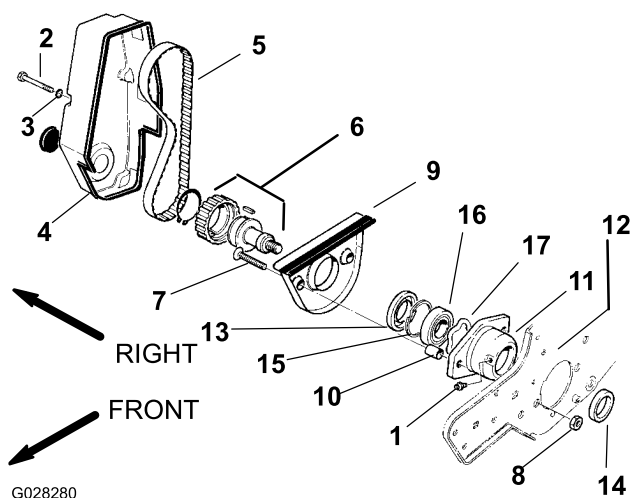

図 1
1. 芝刈り機からキャップスクリュ4本、ロックワッシャ4枚、リール駆動カバーを取り外す 図 1。
2. プーリ駆動アセンブリからリール駆動ベルトを外す 図 1。
4. プーリ駆動アセンブリ 図 1 に 1/2 インチのソケットレンチを入れてアセンブリをリール駆動シャフトから外す。この時にリール駆動シャフトからベアリングロックナット 図 2を外す。
5. 六角レンチを使って、ベアリングハウジングから、両方の平頭ねじ、グルーマームカバー、両方のカバー間座を外す 図 1。
6. 両方のベアリングハウジングからグリスフィッティングを外す 図 1 と 図 2。
7. フレームとリールから両方のベアリングハウジングを引き出し 図 1 と 図 2 で芝刈り機からリールを取り外す。
3. フレームを通して、リールシャフトに右側ベアリングハウジングを取り付ける 図 1。
5. 平頭ねじとナットを締め付けて右側ベアリングハウジングをフレームに固定する 図 1。
6. ベアリングロックナット 図 2 をリールシャフトに締め付けながら、プーリ駆動アセンブリ 図 1 をリールに締め付ける。アセンブリとナットを 68Nm $6.9\text{kg}\cdot\text{m}$ $= 50\text{ft}\cdot\text{lb}$ にトルク締めする。
10. 芝刈り機にリール駆動カバーを取り付けるロックワッシャ 4枚 とキャップスクリューを使用する 図 1。
11. 両方のベアリングハウジングにグリスフィッティングを取り付け、リチウム系の汎用グリスを注入する 図 1 と 図 2。